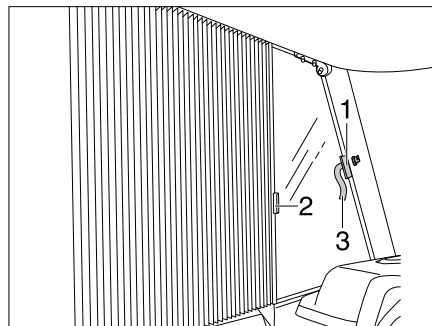

Fig. 87 Dispositifs occultants plissés pour les fenêtres côté conducteur et passager
- Ouvrir la fermeture Velcro des boucles de sécurité (Fig. 87,3) des deux côtés.
- Saisir le dispositif occultant plissé successivement par les poignées (Fig. 87,1 et 2) et les tirer prudemment pour les rapprocher jusqu'à ce que la fermeture magnétique maintienne fermé le dispositif occultant plissé.
- Repousser prudemment les dispositifs occultants plissés par les poignées (Fig. 87,1 et 2).
- Fixer le dispositif occultant plissé avec la fermeture Velcro de la boucle de sécurité (Fig. 87,3).